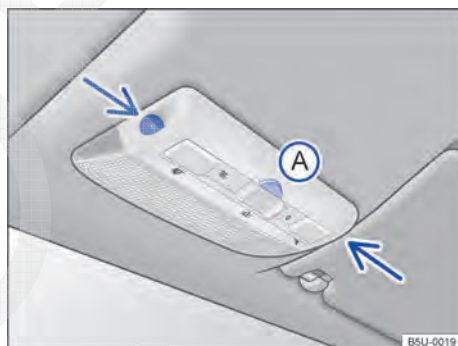
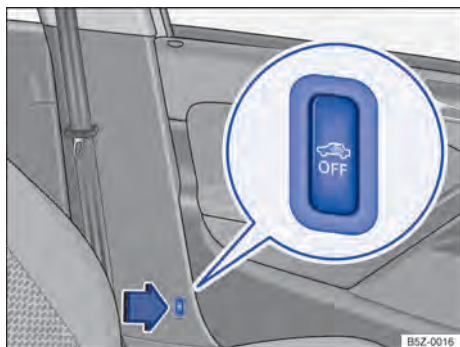

Fig. 49 No console do teto: sensores de monitoramento do interior do veículo e tecla **A** para desligar o monitoramento do interior do veículo. ▶
Fig. 50 Ao lado do banco do condutor: botão para desligar o monitoramento do interior do veículo.
O monitoramento do interior do veículo dispara o alarme com o veículo travado, se reconhecer movimentos no interior do veículo. O sensor e o receptor estão localizados no conjunto da lanterna de leitura → Fig. 49 (setas).
- Pressionar a tecla → Fig. 49 A ou → Fig. 50  por 2 segundos. No painel de instrumentos a luz de controle  se acende.